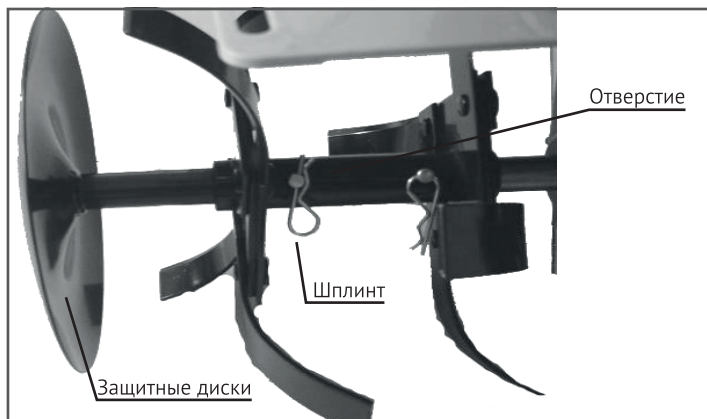

Рис.4
## Установка защитных дисков (Рис.4)
- При замене фрез вначале удаляется наружный шплинт и наружная фреза, а затем, внутренний шплинт и внутренняя фреза. См. Рис.4.